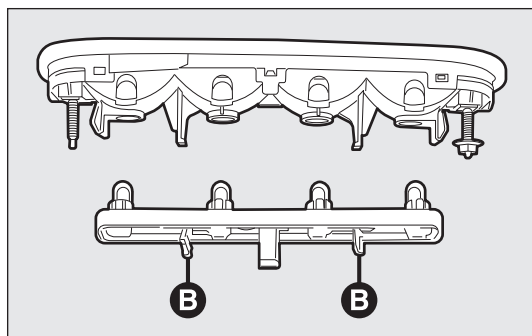

fig. 197
- ☐ extraire la douille en exerçant une pression sur les ailettes B-fig. 197;